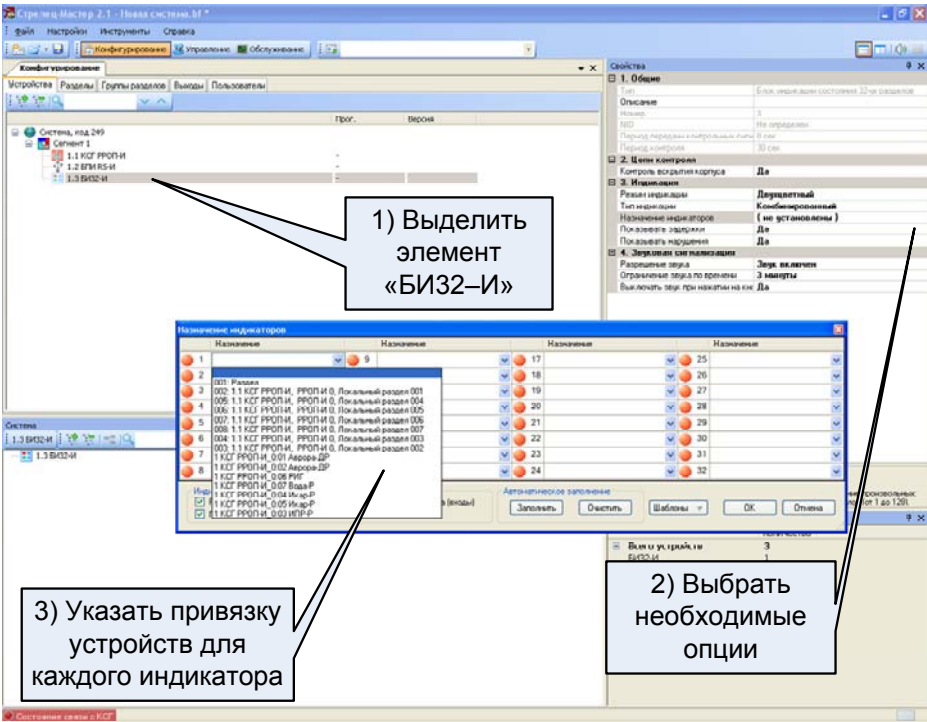

Рис. 16
* – Основное в настройке БИЗ2–И – назначение каждому индикатору отображения раздела / группы разделов / отдельного извещателя / группы выходов (Рис. 16).